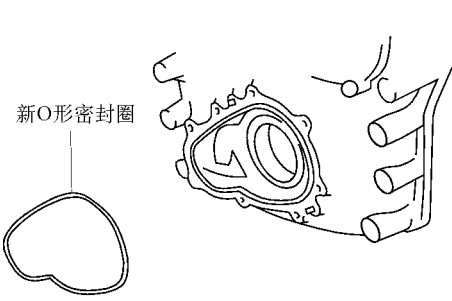

图 3-15 将新的密封圈装入正时链槽内
1) 将 1 个新 O 形密封圈装入正时链罩壳的槽内，如图 3-15 所示。